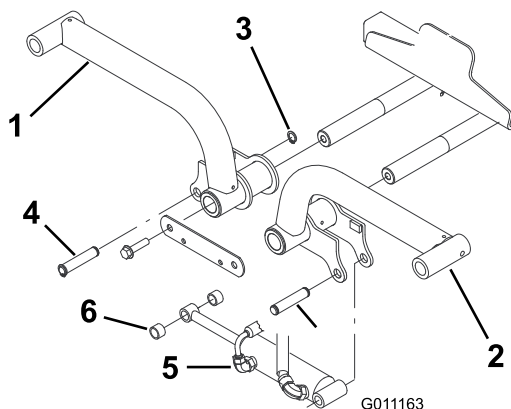

Figura 12
4. Introduzca los brazos de elevación en los ejes pivotantes de los brazos de elevación (Figura 12), y sujete cada uno con una pletina de unión y los pernos que retiró anteriormente.